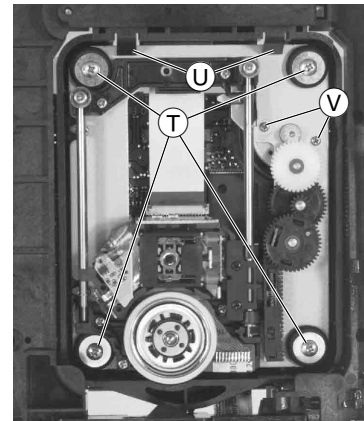

Fig. 11
- 2 Schrauben  (Fig. 11) herausdrehen und Sledge-Motor nach unten herausnehmen.
- Undo the 2 screws  (Fig. 11) then remove the sledge motor in downward direction.
- 4 Schrauben **T** (Fig. 11) herausdrehen.
- Rastnasen **U** (Fig. 11) lösen und Laufwerk herausnehmen.
- Undo the 4 screws **T** (Fig. 11).
- Undo the locking lugs **U** (Fig. 11) then remove the drive mechanism.